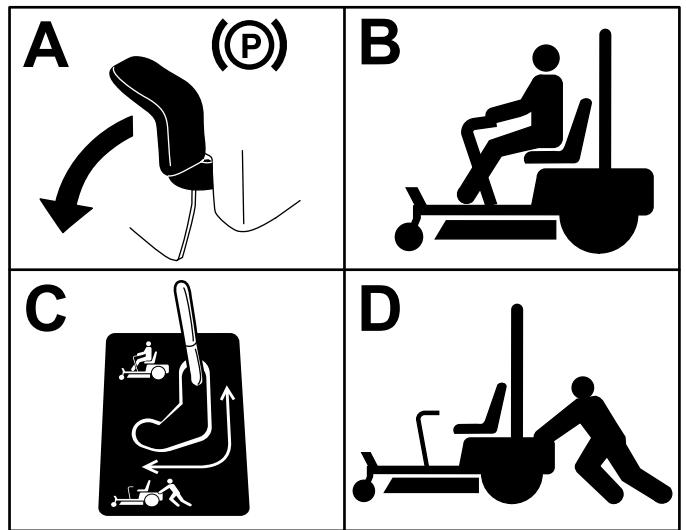

Figura 35
3. Para empujar la máquina, mueva las palancas de desvío hacia atrás y hacia fuera para bloquearlas en esa posición, como se muestra en la Figura 35.